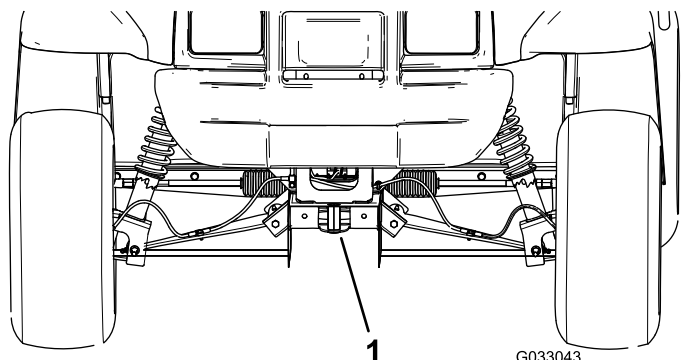

Figura 26
- O ponto de elevação dianteiro da máquina encontra-se na zona dianteira do chassis, por trás do garfo de reboque (Figura 26).